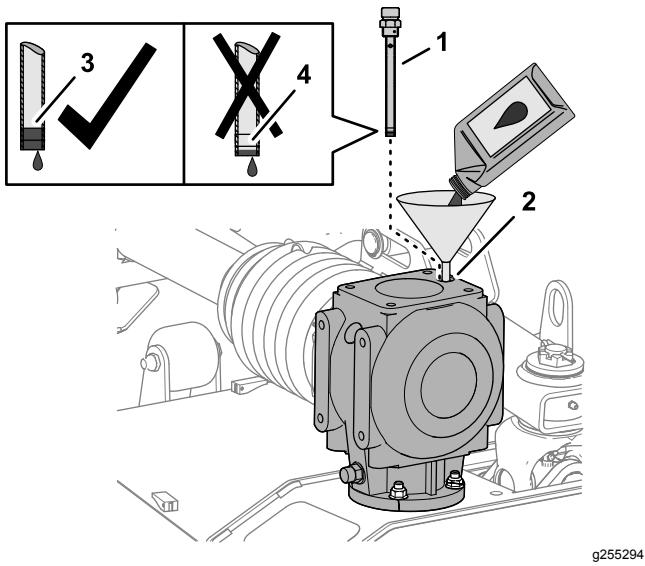

Bild 63
1. Geben Sie 1,064 Liter des angegebenen Getriebeöls über die Peilstaböffnung in das Getriebe (Bild 63).
2. Schrauben Sie den Peilstab in die Einfüllöffnung ein, schrauben Sie den Peilstab wieder heraus und überprüfen Sie den Schmierstofffüllstand (Bild 63).
4. Führen Sie den Peilstab in die Einfüllöffnung ein und schrauben Sie den Peilstab (Bild 63) fest.